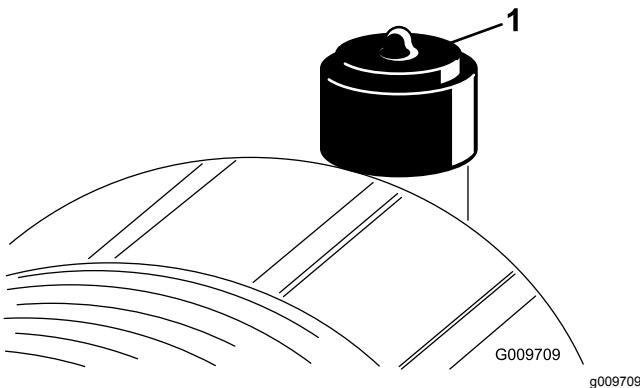

Figura 44
- Substitua o elemento do filtro do ar quando o indicador do filtro de ar (Figura 44) ficar vermelho. Não limpe em demasia o elemento do filtro de ar.